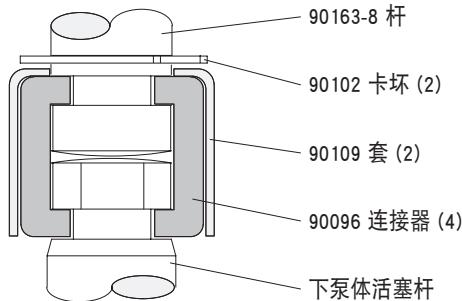

图 2
- 使用 e 环钳，滑动挡圈起来足够远允许的袖子向上移动，并释放两个连接器 (见图 2)。放下空气马达。